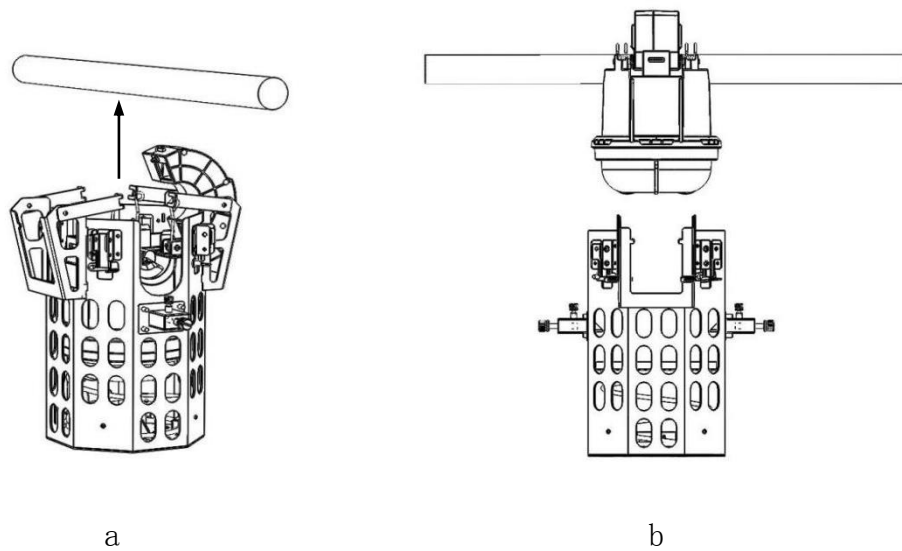

图 5.5
5.举起绝缘杆对准线路用力向上推，使采集单元 4 个卡簧全部卡在线路上，完成采集单元安装。如图 5.5 所示。